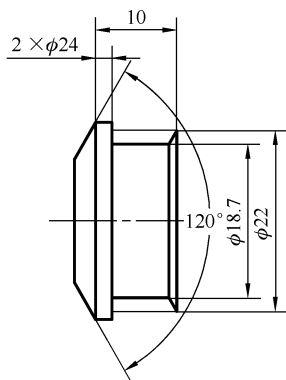

图 11-48 螺塞孔 M22 尺寸
Step 7 绘制主动齿轮轴螺塞孔 M22: 分别切换“轮廓-粗实线”“轮廓-细实线”图层。调用“直线”、“偏移”、“移动”、“修剪”等命令, 绘制 C-C 剖视图主动齿轮轴螺塞孔 M22 轮廓线。螺塞孔 M22 尺寸如图 11-48 所示。